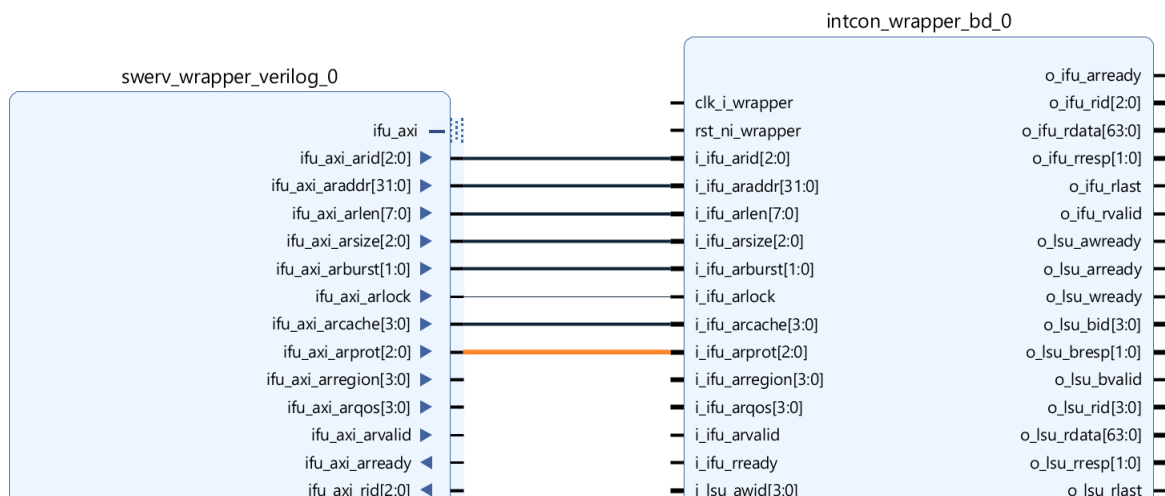

図32 : 関連するピンを接続
*ifu\_axi\_arsize[2:0]*を*i\_ifu\_arsize[2:0]*になど、順次接続します (図32を参照)。